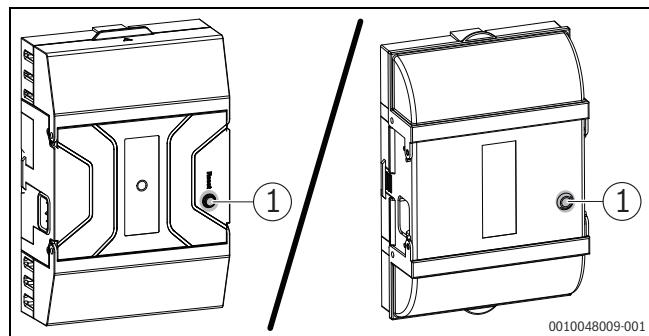

Bild 78 Störungen am Feuerungskomponente zurücksetzen
- ▶ Taste „Entstören“ am Feuerungskomponente mindestens 5 sec drücken (→ Bild 78).